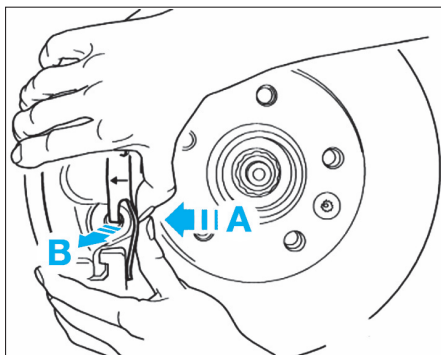

Fig. 6
- Enfoncer le ressort de maintien dans le sens de la flèche (A) jusqu'à ce qu'il soit possible de l'expulser de l'alésage dans le sens de la flèche (B) (Fig.6).